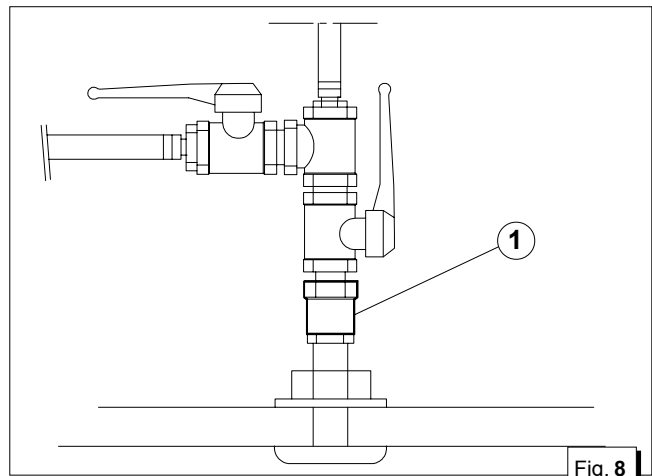

Fig. 8
Nel caso il gruppo venga installato ad un'altezza superiore ad 1 Mt. sopra la linea di galleggiamento, è necessario montare una valvola di non ritorno dopo la presa a mare (fig. 8 rif. 1) che impedisce lo svuotamento del circuito acqua a motore spento. In caso di svuotamento, durante l'avviamento si può danneggiare la girante della pompa acqua; per lo stesso motivo all'atto del primo avviamento del gruppo, è necessario provvedere al riempimento manuale del tubo di aspirazione dalla valvola alla pompa.
If the unit is installed more than 1 metre above the water-line, a check valve should be fitted after the sea intake (fig. 8, ref. 1) to prevent the water circuit emptying when the motor is off. If this empties, the rotor of the water pump might be damaged during start up; for the same reason, when the unit is first started up, the suction tube from the valve to the pump should be filled manually.
Si le groupe est installé à une hauteur supérieure à 1 mètre au dessus de la ligne de flottaison, il faut monter une soupape de non-retour après la prise en mer (figure 8, réf. 1) qui empêche la vidange du circuit de l'eau lorsque le moteur est éteint. En cas de vidange, on peut endommager, durant le démarrage, la roue de la pompe à eau; c'est la raison pour laquelle il faut remplir manuellement le tube d'aspiration de la soupape à la pompe lors du premier démarrage du groupe.